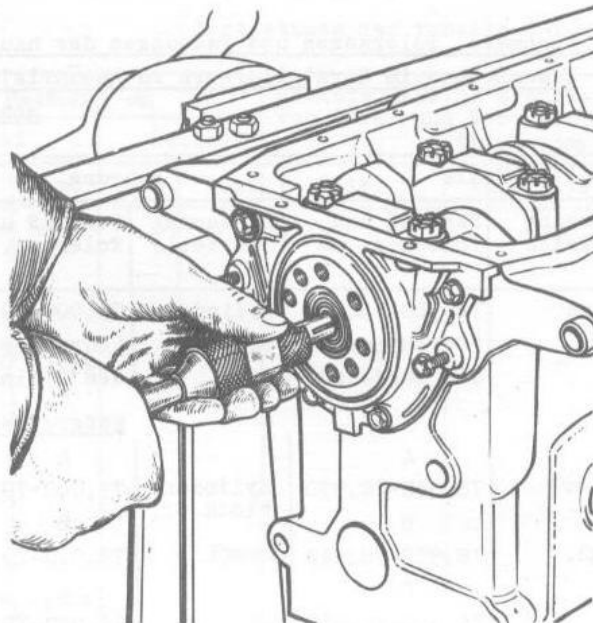

Bild 2-17. Austreiben des Lagers der Wechselgetrieewelle aus Kurbelwelle mit Austreiber A.40006
- mit Austreiber A.40006 das Lager der Kupplungswelle des Wechselgetriebes aus Sitzstelle der Kurbelwelle herausziehen (Bild 2-17);